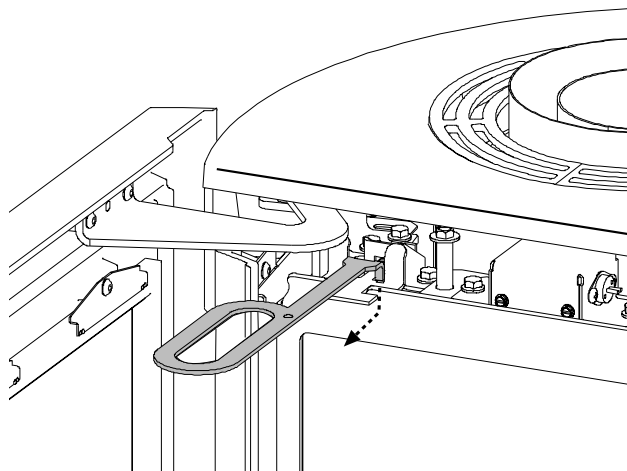

Figure 2.2. Utilisez l'outil de verrouillage pour désengager les deux verrous du cadre en verre.
- Retirez l'outil de verrouillage de la palette d'expédition et utilisez-le pour retirer le panneau de verre en tirant sur les deux crochets de verrouillage pour les dégager du cadre en verre. Fig. 2.2.